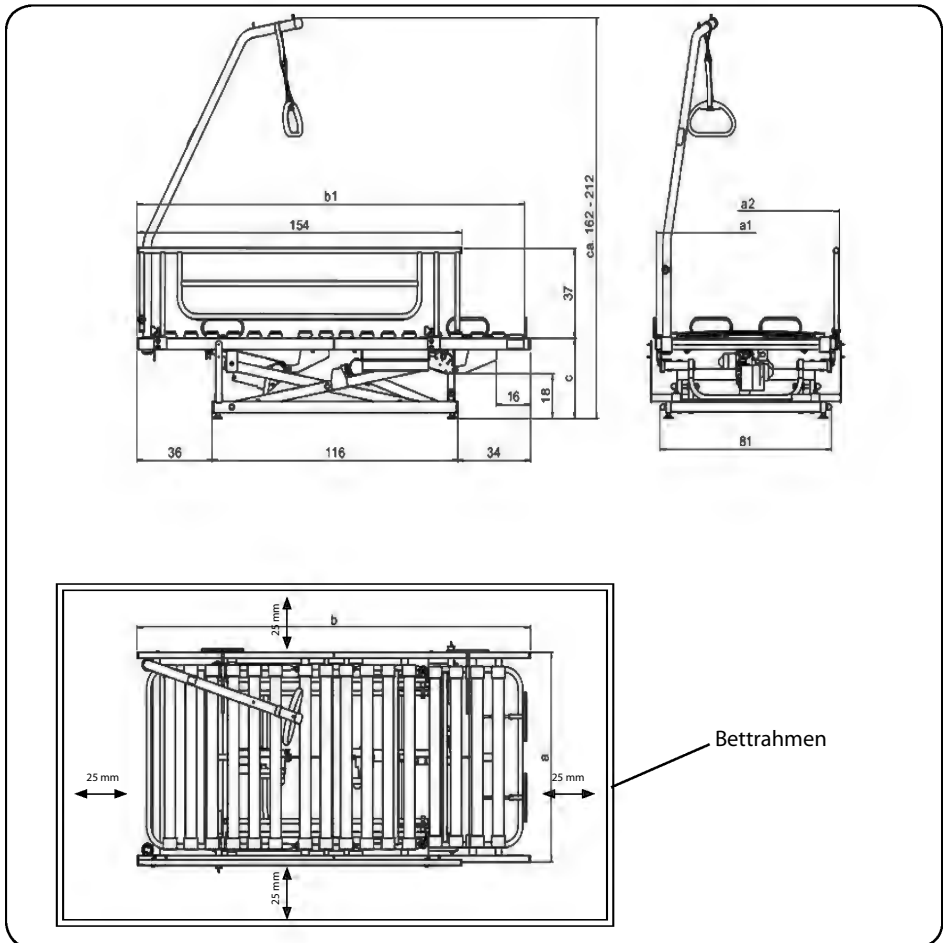

Abb. 6.1.01 - Maßskizze zur Montage in einen vorhandenen Bettkasten (in cm)
Überprüfen Sie vor der Montage anhand der Maßskizze (Abbildung 6.1.01), dass das Produkt in Ihren Bettrahmen passt. Beachten Sie den geforderten umlaufenden Sicherheitsabstand von 25 mm!
1. Prüfen Sie die richtige Position des Hebfliegerahmens im Beträhmen anhand der Maßskizze (Abbildung 6.1.01/6.1.02).